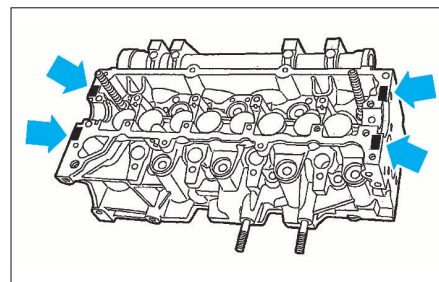

FIG. 87
- après le contrôle du jeu aux soupapes, déposer l'arbre à cames pour appliquer sur le plan de joint supérieur de la culasse au niveau des surfaces d'appui des chapeaux de paliers d'arbre à cames n°1 et 6, quatre cordons de pâte d'étanchéité appropriée (par exemple Loctite 518 rouge ou un produit similaire anaérobie) d'une largeur de 1 mm (Fig.87).